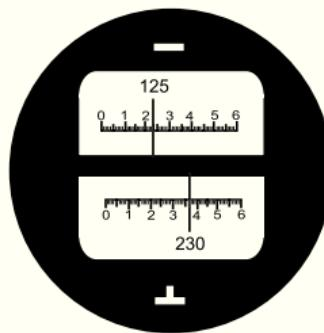

Рис.5
После регулировки освещенности шкал кругов, добейтесь при помощи винта фокусировки отсчетного микроскопа (14) четкого изображения шкал, как показано на Рис.5. Символы **—** и **∟** на шкалах указывают на их принадлежность к горизонтальному и вертикальному кругам соответственно. В верхней и нижней части шкал Вы увидите целое число градусов. Шкалы разбиты на 60 делений. Каждое деление соответствует одной угловой минуте. Доли делений оцениваются на глаз с округлением до 1/4. При этом, погрешность отсчитывания 1/4 деления шкалы соответствует 15" угловым секундам. Система отсчетов вертикальных углов начинается от горизонта 90°. Перед снятием отсчета по вертикальному кругу необходимо с помощью регулировочного винта (10) выставить уровень при вертикальном круге (2).